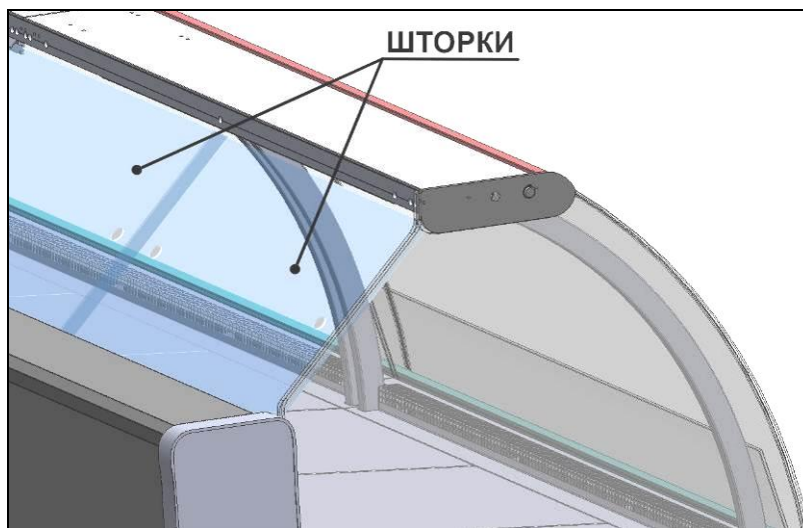

рис. 23
21. Установить между столешницей и суперструктурой раздвижные шторы. Вставить верхний край шторок в направляющие профиля светильника, а нижний край в Ш-образный профиль, закрепленный на столешнице (рис. 23).
13. Аккуратно установить между прижимами антизапотевателей и вентиляционными панелями стекла-антизапотеватели 1248x210x6 (рис.23).